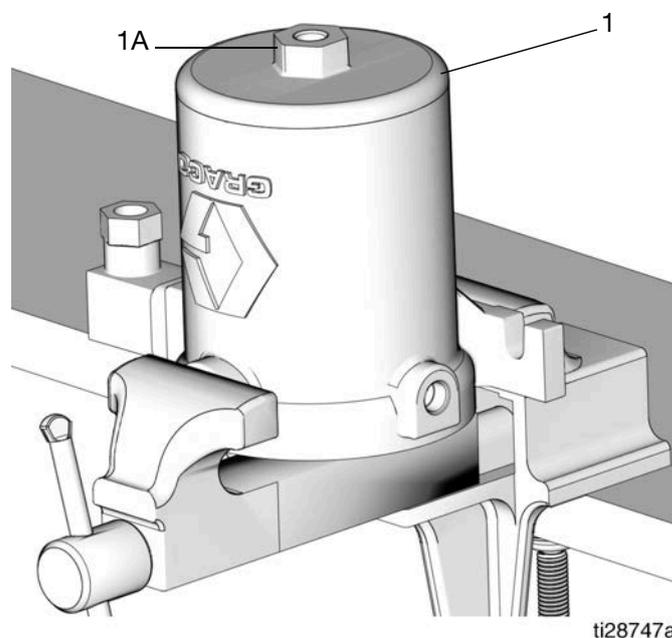
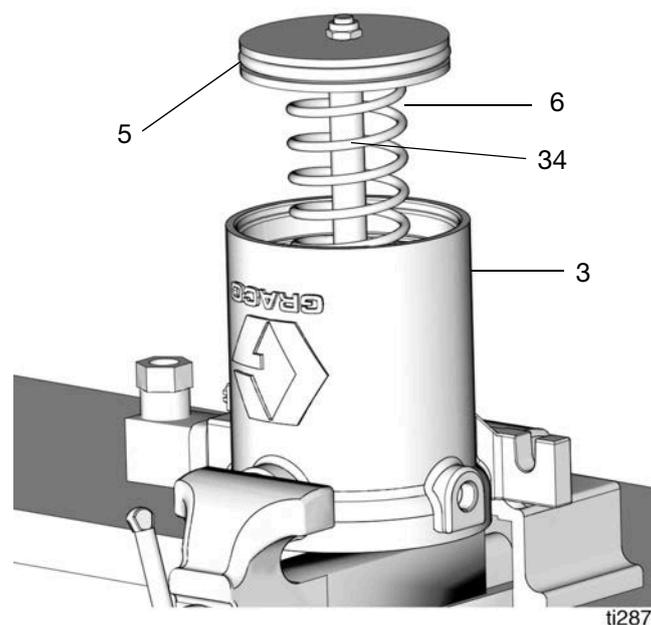

FIG. 19
FIG. 20
16. Esaminare il gruppo pistone (33) per verificare l'eventuale presenza di graffi, usura o altri danni. Se danneggiato, sostituire il gruppo pistone della pompa (33).
17. Riposizionare il cilindro del motore pneumatico nella morsa e accedere alla parte inferiore del cilindro del motore pneumatico (FIG. 19).
18. Utilizzare una chiave sul dado del coperchio (1a). Ruotare in senso antiorario per allentare e rimuovere il coperchio (1) dal fondo del cilindro del motore pneumatico (FIG. 19).
NOTA: È presente una molla (6)(FIG. 20) all'interno del cilindro del motore pneumatico (3) sotto il pistone (5). Spingere sulla parte alta del coperchio (1) per opporre resistenza e tenerlo giù mentre si allentano le relative viti (1A) (vedere FIG. 19).
20. O-ring dell'asta del pistone (36) e guarnizione del pistone (4)
- a. Rimuovere l'asta del pistone (34), il pistone (5) e la molla (6) dal cilindro del motore pneumatico (3) (vedere FIG. 20).